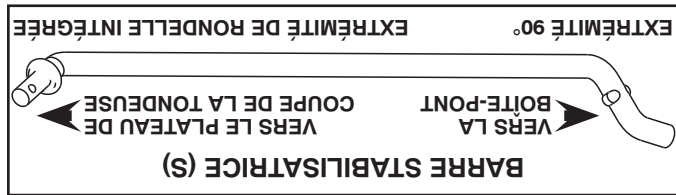

Fig. 26
5. LE CAS ÉCHÉANT, INSTALLER LA BARRE STABILISATRICE (S). (Voir la Fig. 26 - 28)